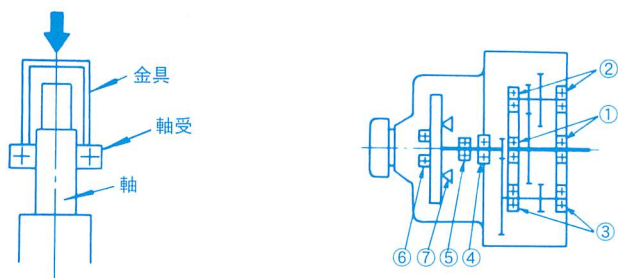

図15 軸受のはめ込み
- ・軸へのはめ込み途中で軸受が止まった場合は、内輪に金具を当てて小形プレスまたはプラスチックハンマで押し込んでください（図15）。